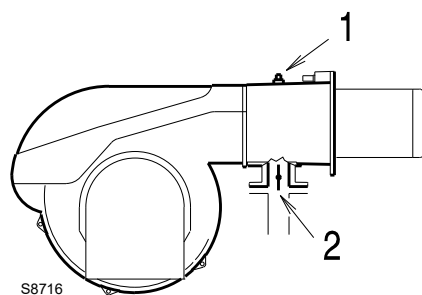

Рис. 24
Давление газа, измеренное на штуцере 1) (Рис. 24), с:
Потеря нагрузки дроссельного газового клапана 2) (Рис. 24) при максимальном открытии: 90°.
- Отнимите от давления газа на штуцере 1)(Рис. 24) давление в камере сгорания.
Давление газа на штуцере 1)(Рис. 24)= 16,0 мбар
Чтобы узнать давление газа, необходимое на штуцере 1)(Рис. 24) при работе горелки на заданной максимальной мощности модуляции:
- Посмотрите справа в столбце 1 давление на штуцере 1)(Рис. 24).
необходимое давление на штуцере 1)(Рис. 24).